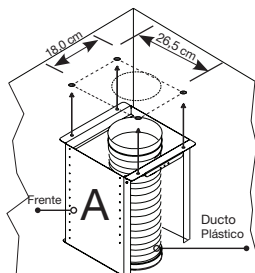

Fig. 27
- Marque y realice 4 agujeros para chazos de 5 /16" en el techo con las distancias que se especifican en la fig. 27. Tenga en cuenta que la distancia de 26,5 cm debe quedar en el mismo sentido de los controles de la campana (al frente). Luego introduzca los 4 chazos incluidos en la bolsa de accesorios.